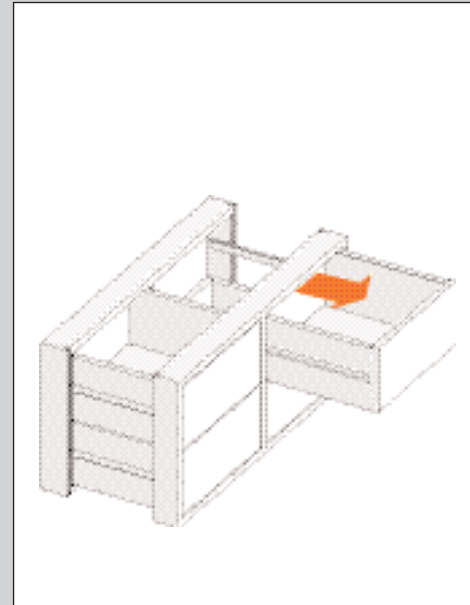

ABBILDUNG 4
1. Ziehen Sie die Schubladen aus dem Schubladenblock (siehe Abb. 4).
1. Ziehen Sie die Schubladen aus dem Schubladenblock (Abb. 4).